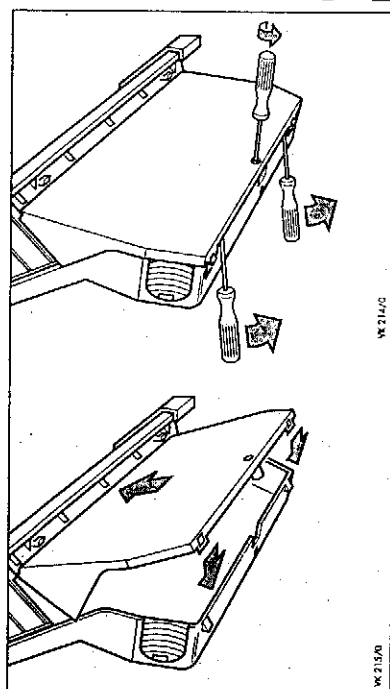

Рис.6.1 Открывание и закрывание клеммного шкафа системы Pro E
- Отожмите двумя отвёртками стопорные язычки, как показано на рис. 6.1, так чтобы крышка легко снялась.
- Нажмите на крышку, как показано на рис. 6.1, пока стопорные язычки не зафиксируют крышку.